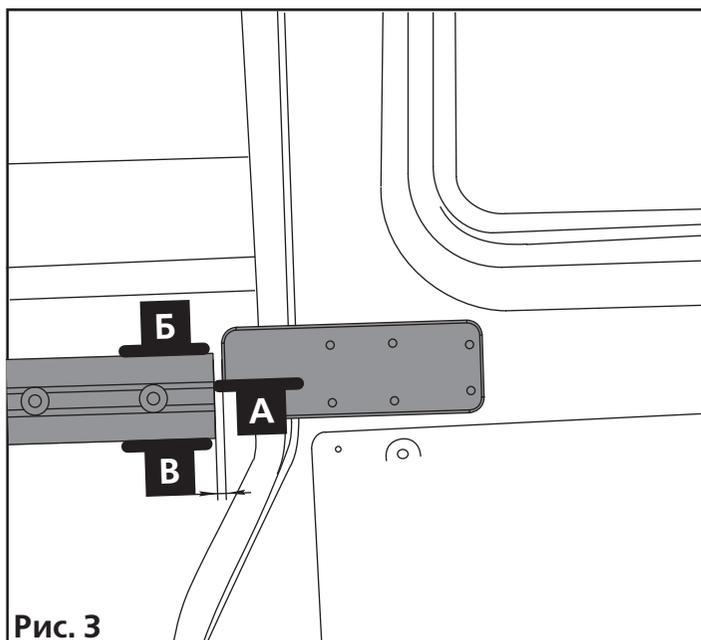

Рис. 3
На панели приборов в удобном для использования месте просверлите отверстие Ø23 мм для размещения кнопки управления. Удалите с кромок заусеницы и притупите острые кромки. Установите кнопку управления в отверстие, подсоединив её к колодке жгута проводов основного (рис. 3).
Приложите опору к стойке. Таким образом, чтобы плоскость рейки Б находилась выше плоскости опоры А примерно на 8-10 мм и зазор В между опорой и рейкой был в пределах 6-10 мм (рис. 3). С помощью маркера по опоре отметьте центры крепёжных отверстий.
Просверлите в передней части 2 отверстия $\varnothing 5$ мм и в этом месте установите упор-фиксатор (рис. 3).
3.5.3. Вставьте колодку красного провода жгута основного к свободной клемме блока предохранителей с задней стороны (рис. 3).
3.5.3. Выберите провод крупного сечения. Как правило, этот провод красного цвета. Убедитесь, что данный провод находится под постоянным напряжением +12В/25А. Зачистите участок провода, припаяйте к этому участку свободный конец провода жгута предохранителя, предварительно вынув из неё предохранитель 30А. Место спайки тщательно заизолируйте (рис. 3 и 4).
4.3.2. Установите защитную крышку ручки внутренней на указанное место и закрепите его в три отверстия $\varnothing 3$ мм и закрепите саморезом 4,2x16 из метизного пакета (рис. 3).